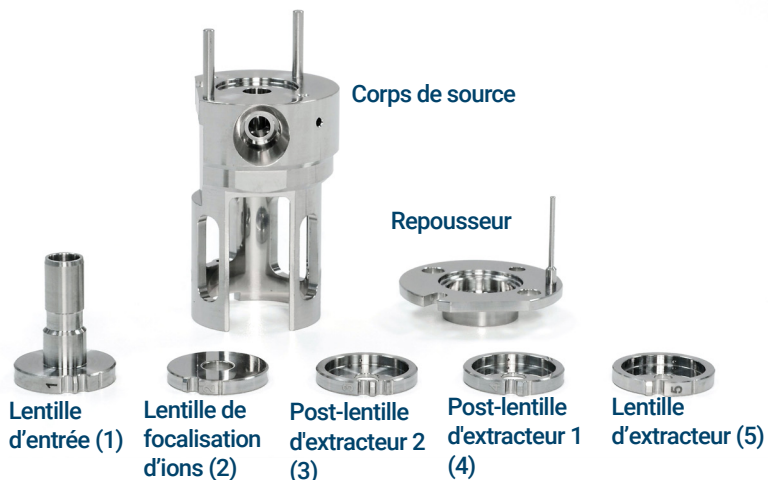

Figure 55. Pièces de la source EI HES à nettoyer
- 2 Récupérer les pièces suivantes pour les nettoyer, dans le cas d'une source EI HES : (Voir **Figure 55** page 201.)
- Lentille d'extracteur (5)
- Post-lentille d'extracteur 1 (4)
- Post-lentille d'extracteur 2 (3)
- Lentille de focalisation d'ions (2)
- Lentille d'entrée étendue (1)